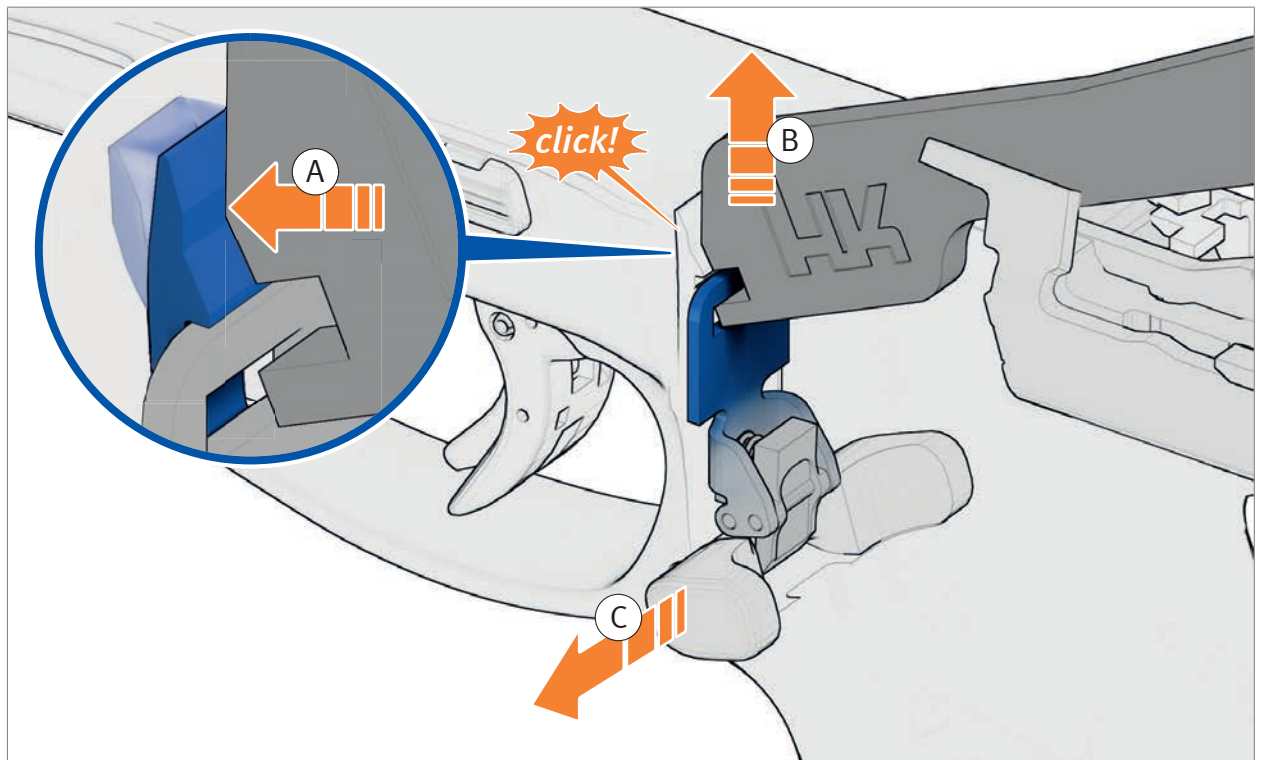

Abb. 36: Push-Button entnehmen
3. Rastnase im Griffstück mit dem Werkzeug nach vorne drücken und Magazinhalter nach oben schieben (Abb. 36). Der Magazinhalter rastet ein.
4. Push-Button entnehmen (Abb. 36).